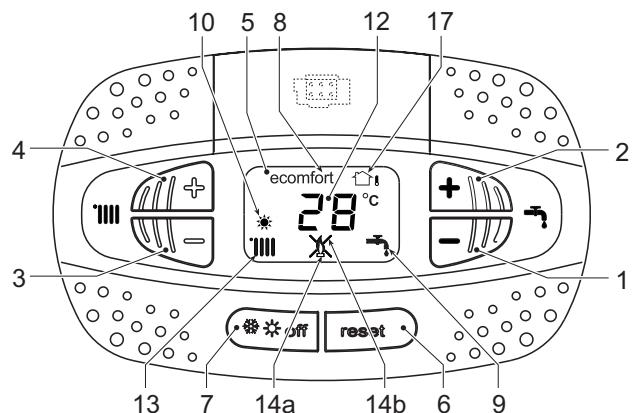

fig. 177 - Pannello di controllo
Legenda pannello fig. 177
Il display (part. 12 - fig. 177) visualizza l'attuale temperatura della mandata riscaldamento e durante il tempo di attesa riscaldamento la scritta "d2".
Il display (part. 12 - fig. 177) visualizza l'attuale temperatura d'uscita dell'acqua calda sanitaria e durante il tempo di attesa sanitario la scritta "d1".
In caso di anomalia (vedi "11.2 Anomalie caldaia") il display visualizza il codice di guasto (part. 12 - fig. 177) e durante i tempi di attesa di sicurezza le scritte "d3" e "d4".
Per spegnere la caldaia, premere ripetutamente il tasto inverno/estate/off (part. 7 - fig. 177) fino a visualizzare i trattini sul display.
Quando la caldaia viene spenta, la scheda elettronica è ancora alimentata elettricamente. È disabilitato il funzionamento sanitario e riscaldamento. Rimane attivo il sistema antigelo. Per riaccendere la caldaia, premere nuovamente il tasto inverno/estate/off (part. 7 - fig. 177).
Premere il tasto inverno/Estate/off (part. 7 - fig. 177) fino a visualizzare il simbolo Estate (part. 10 - fig. 177): la caldaia erogherà solo acqua sanitaria. Rimane attivo il sistema antigelo.
Per riattivare la modalità Inverno, premere 2 volte il tasto inverno/Estate/off (part. 7 - fig. 177).
Agire sui tasti riscaldamento (part. 3 e 4 - fig. 177) per variare la temperatura da un minimo di 20°C ad un massimo di 80°C.
Agire sui tasti sanitario (part. 1 e 2 - fig. 177) per variare la temperatura da un minimo di 40°C ad un massimo di 55°C.
Il riscaldamento/mantenimento in temperatura del bollitore può essere escluso dall'utente. In caso di esclusione, non vi sarà erogazione di acqua calda sanitaria. Il dispositivo può essere disattivato dall'utente (modalità ECO) premendo, il tasto inverno/estate/off (part. 7 - fig. 177) per 5 secondi. In modalità ECO il display attiva il simbolo ECO (part. 12 - fig. 177). Per attivare la modalità COMFORT premere nuovamente il tasto inverno/estate/off (part. 7 - fig. 177) per 5 secondi.
- Portare la caldaia in modo stand-by e premere il tasto Reset (part. 6 - fig. 177) per 10 secondi.
- Il display visualizza 100 ed il testo "co" lampeggiante; premere il tasto "Riscaldamento +" (part. 4 - fig. 177) fino ad impostare e visualizzare 120.
- Dopodiché premere il tasto "Sanitario +" (part. 2 - fig. 177) fino ad impostare 123.
- Premere 1 volta il tasto Reset (part. 6 - fig. 177).
- Il display visualizza tS lampeggiante; premere 1 volta il tasto "Riscaldamento +" (part. 4 - fig. 177).
- Il display visualizza Sc lampeggiante; premere 1 volta il tasto Reset (part. 6 - fig. 177).
- premere il tasto "Riscaldamento +" (part. 4 - fig. 177).
- Premere il tasto Reset (part. 6 - fig. 177) per 10 secondi; la caldaia torna in standby.